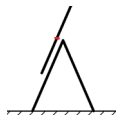

Рисунок 1 — Складная лестница в рабочем положении с выдвинутой лестницей сверху
- Запрещается выдвигать верхнюю лестницу 3-секционной лестницы в положении А, если красная перекладина (или 4-я перекладина сверху) выходит за пределы шарнирного соединения (Рисунок 1).
- Запрещается подниматься по 3-секционной лестнице в положении А выше шарнирного соединения (Рисунок 1).